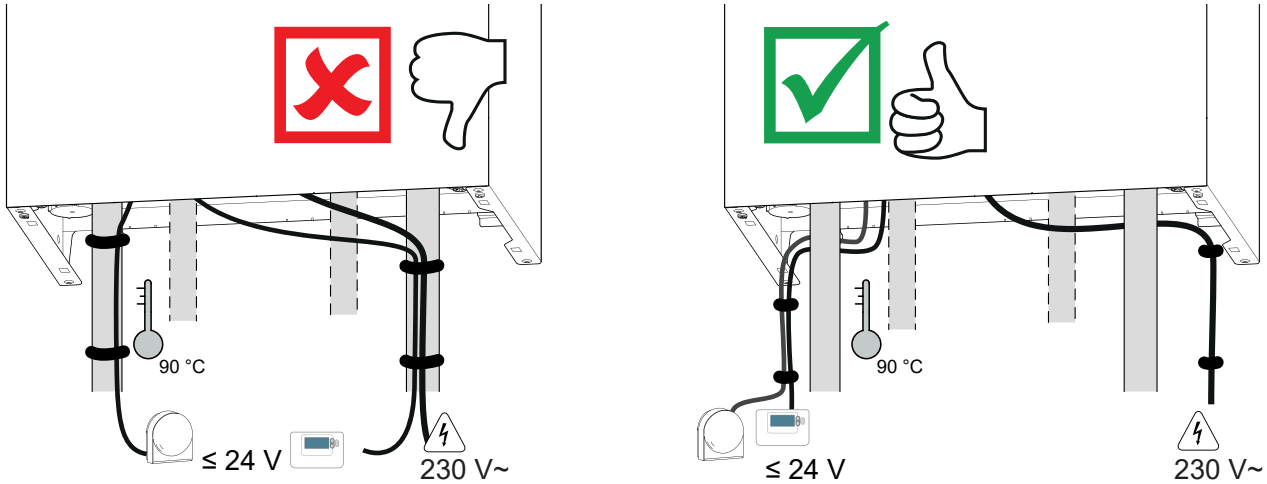
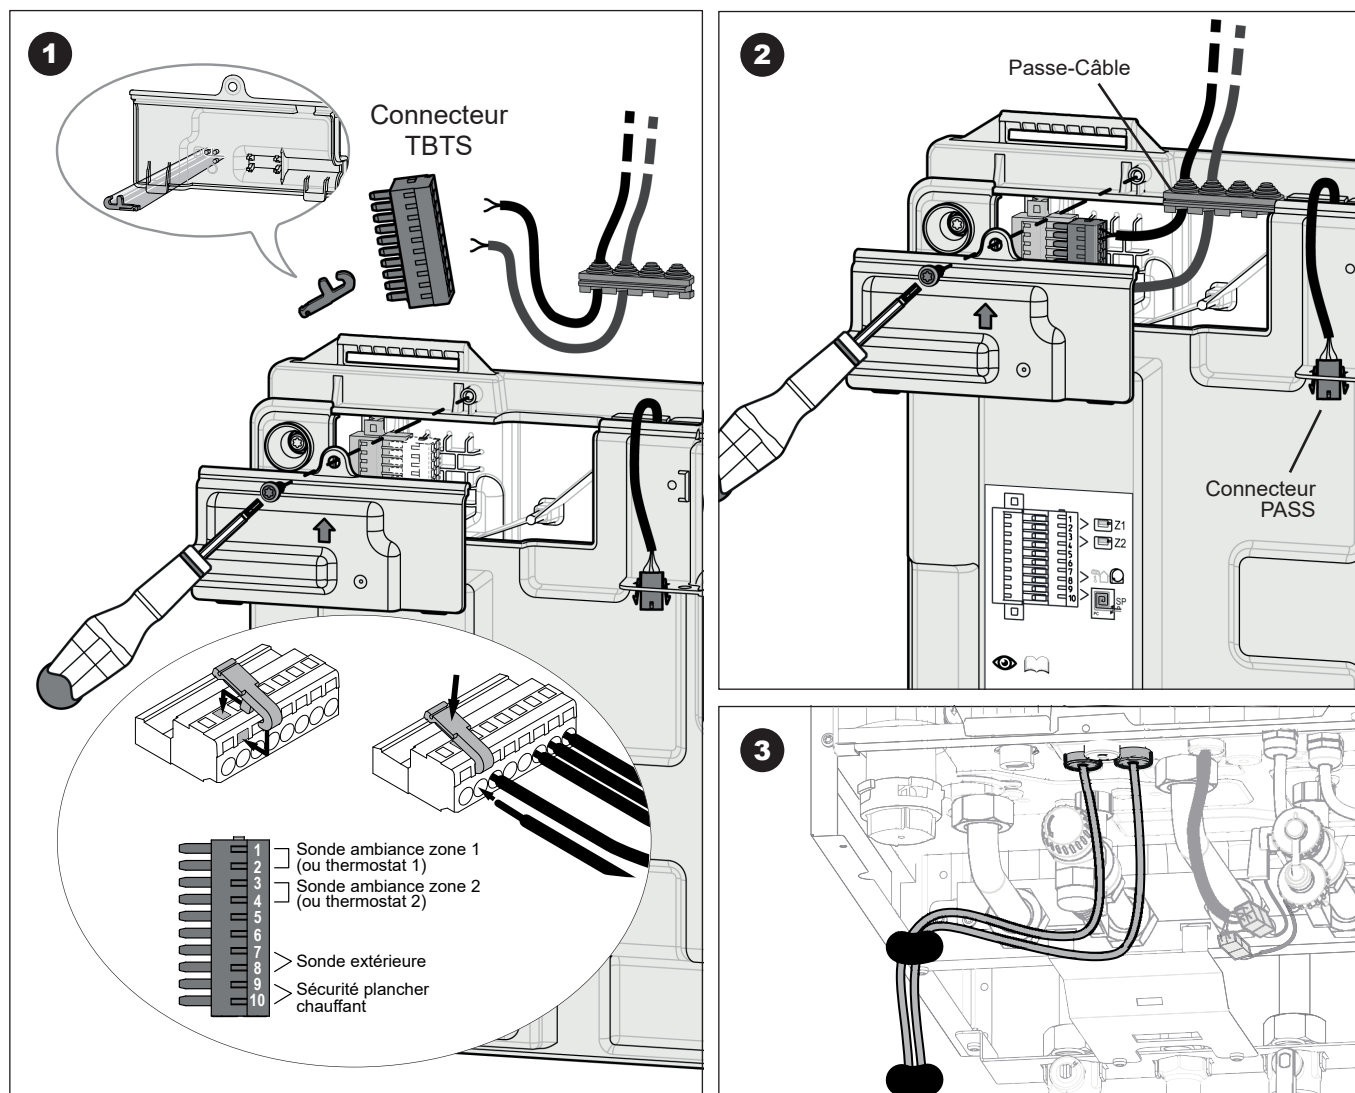

fig. 19 - Chemin de câbles
fig. 25 - Accès bornier TBTS
- Effectuer les raccordements suivant les schémas (fig. 19 et fig. 25, page 30).